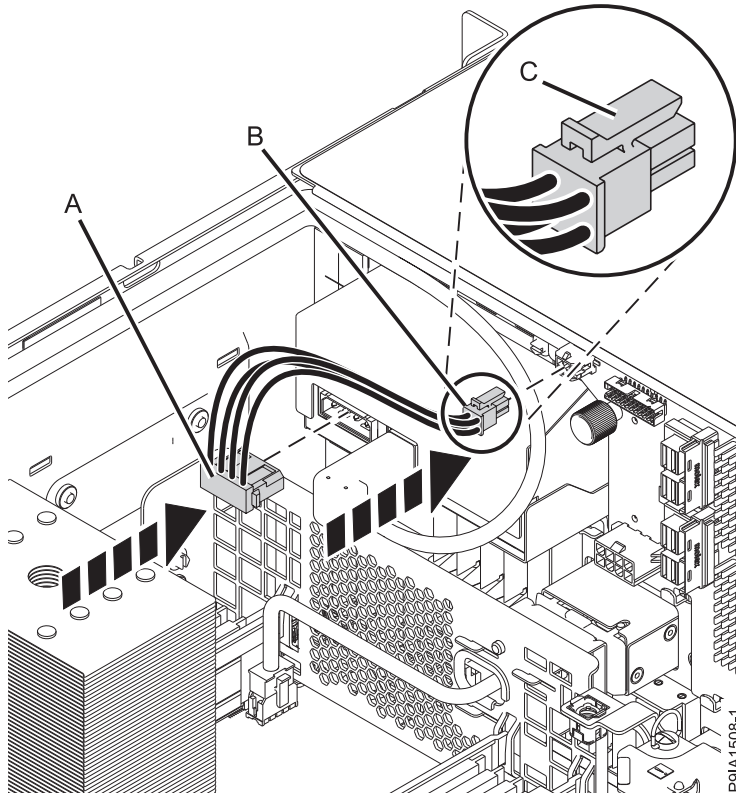

Abbildung 25. Internes RDX-Netzkabel anschließen
2. Schließen Sie das interne RDX-Netzkabel (**B**) an die Plattenlaufwerk-Rückwandplatine an. Stellen Sie sicher, dass die Verriegelung (**C**) am RDX-Netzkabel bei einem Einschubsystem nach oben und bei einem Standalone-System nach außen ausgerichtet ist. Schließen Sie das andere Ende des internen RDX-Netzkabels so an die interne RDX-Andockstation (**A**) an, dass es einrastet (siehe Abb. 25 auf Seite 31).